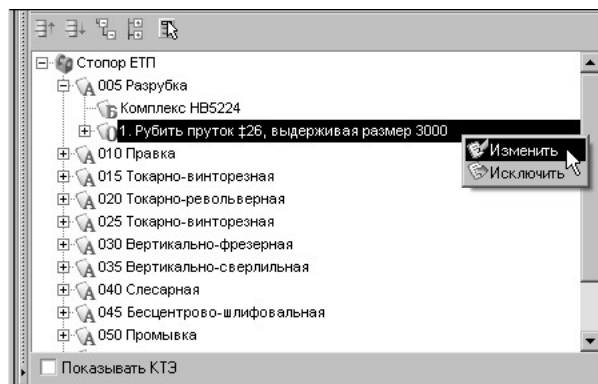

Рис. 9.60. Взятие на изменение элемента ЕТП
2. В дереве ТП или на вкладке **Общие данные ТП** выберите элемент ТП (операция, переход, оснастка и др.), подлежащий редактированию. Для этого щелкните на нем правой кнопкой мыши и в появившемся контекстном меню выберите команду **Изменить** (рис. 9.60).
При редактировании ЕТП существует возможность исключения из техпроцесса части общих данных. Для этого в дереве ТП необходимо щелкнуть правой кнопкой мыши на редактируемый элемент и в появившемся контекстном меню выбрать команду **Исключить** (см. рис. 9.60). При этом указанный элемент пропадает везде, где ранее отображался, родительский по отношению к данному элементу узел помечается как измененный (синим цветом), а на вкладке **Общие данные ТП** дерева ТП исключенный элемент (вместе с дочерними элементами) выделяется красным цветом.